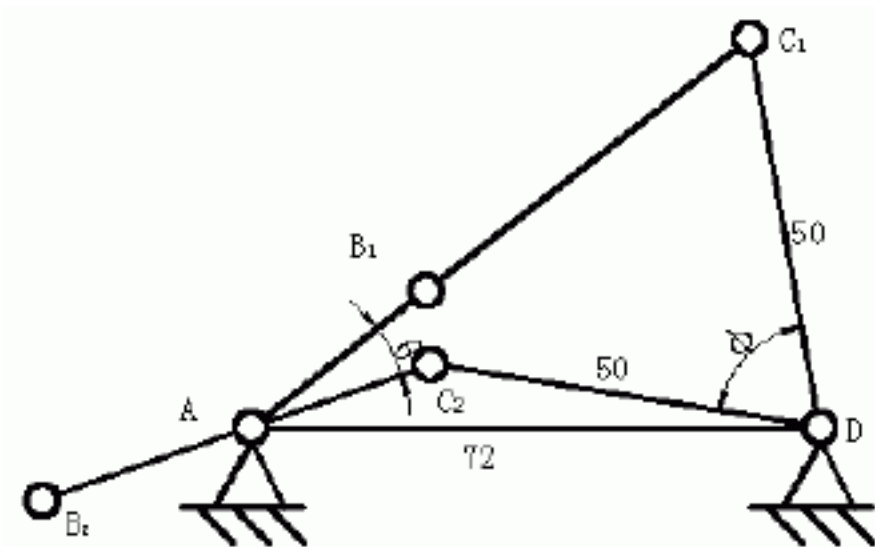

图 1
(2) 求摇杆的最大摆角 ϕ ，从图 1，摇杆的最大摆角 ϕ ：